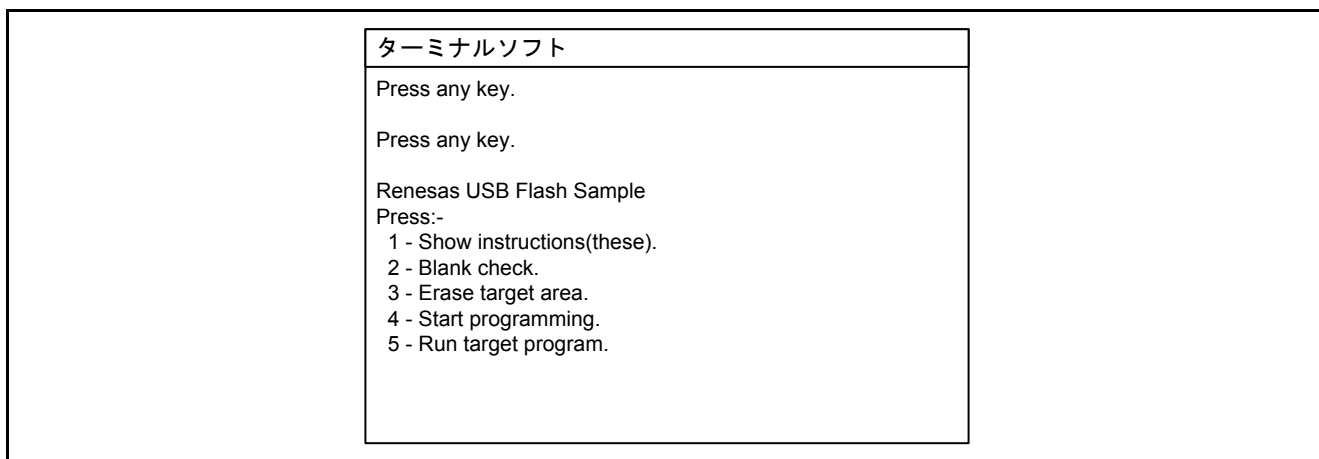

図5.3 コマンド入力画面例
- (2) PC から任意のデータが送られてくると、PC へメニューを送信し、コマンドデータの受信を待ちます。(図 5.3)
- (3) コマンドを受信すると、そのコマンドに対応した動作(メニュー表示、ブランクチェック、消去、書き込み、ターゲットプログラム実行)を行います。